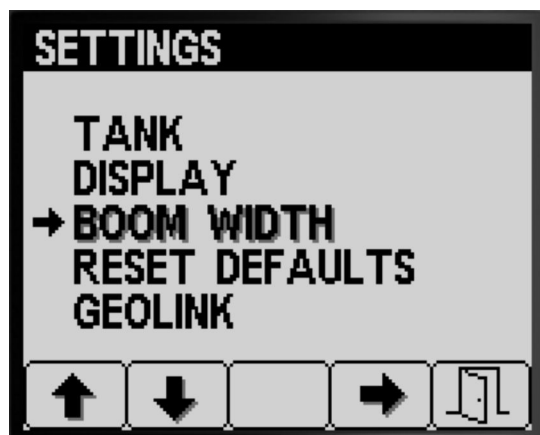

Figura 32
1. Premete il pulsante 2 sulla schermata Impostazioni fino a raggiungere l'opzione LARGHEZZA BARRE (Figura 32).
2. Premete il pulsante 4 per selezionare la voce LARGHEZZE BARRE (Figura 32).